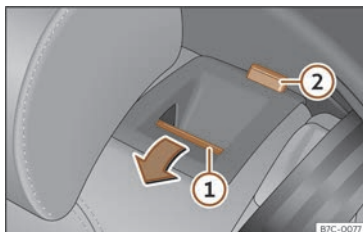

Fig. 98 Asiento trasero: abatir el respaldo.
- Pulse la tecla de desbloqueo >>> **fig. 98 ①** hacia delante y, al mismo tiempo, abata el respaldo. El respaldo trasero está desbloqueado cuando se ve una marca roja en la tecla **②**.